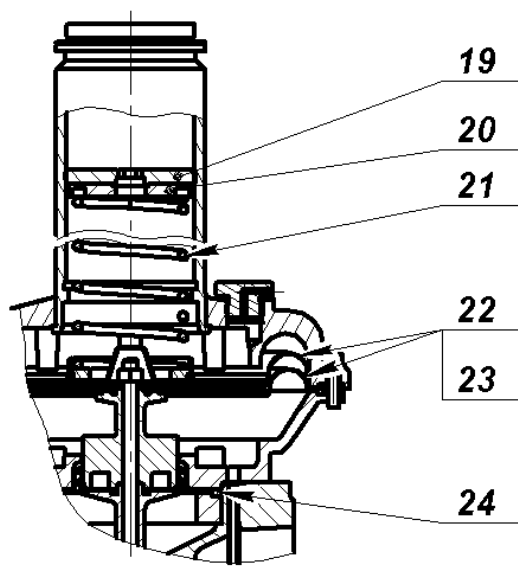

Рис. 4
- используя шестигранное отверстие (s12) в регулировочном винте 19 (рис. 4) при его повороте по часовой стрелке можно увеличить давление на выходе регулятора до заданного значения. Поворачивая регулировочный винт 19 против часовой стрелки происходит уменьшение давления на выходе.
4.5 Замена пружины регулятора должна производиться в следующем порядке (рис. 4):
Дополнительно на рис. 4 показаны: